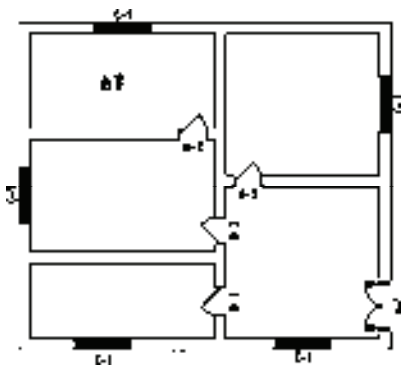

图 8-20 打开素材
1) 按〈Ctrl+O〉组合键，打开配套光盘提供的“第 8 章/8.2.1 递增文字.dwg”素材文件，结果如图 8-20 所示。